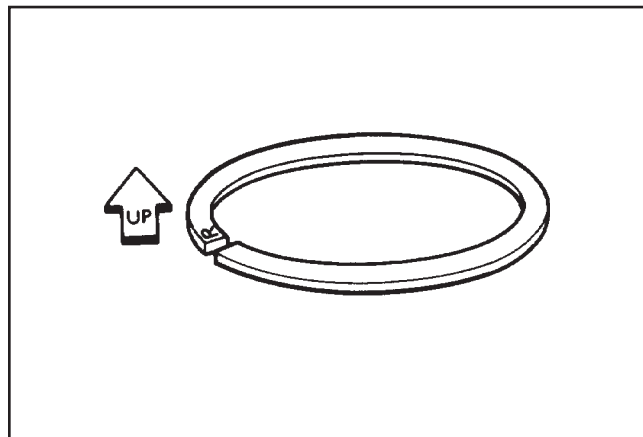

Figure 10-17. Segment de compression central.
2. Segment de compression central : Trouver et identifier le segment de compression avec la marque **R**. À l'aide d'un extracteur de segment de piston, installer ce segment dans la rainure centrale avec le **R** orienté vers le haut du piston. Voir la figure 10-17.